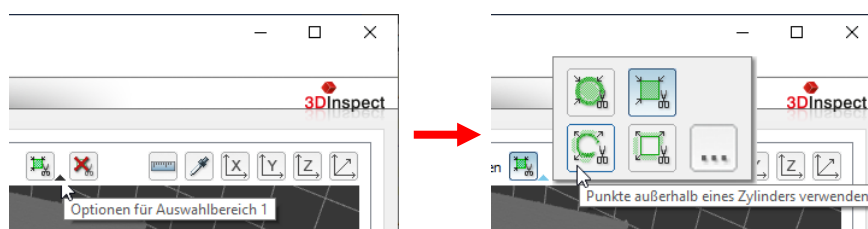

Abb. 3.59: Kontextmenü „Optionen für den Auswahlbereich“ (Auswahl Quader/Zylinder, Punkte innerhalb/außerhalb des Auswahlbereichs verwenden)
- ➔ Öffnen Sie das Kontextmenü „Optionen für den Auswahlbereich“. Drücken Sie dazu auf die entsprechende Schaltfläche, die rechts neben dem Button „Auswahlbereich für Profilpunkte einstellen“ angeordnet ist (siehe Abb. 3.59).
- ➔ Wählen Sie im Kontextmenü den gewünschten Typ und Modus (siehe Abb. 3.59).
- ➔ Öffnen Sie das Kontextmenü für den gewünschten Auswahlbereich (s.o., Abb. 3.59).